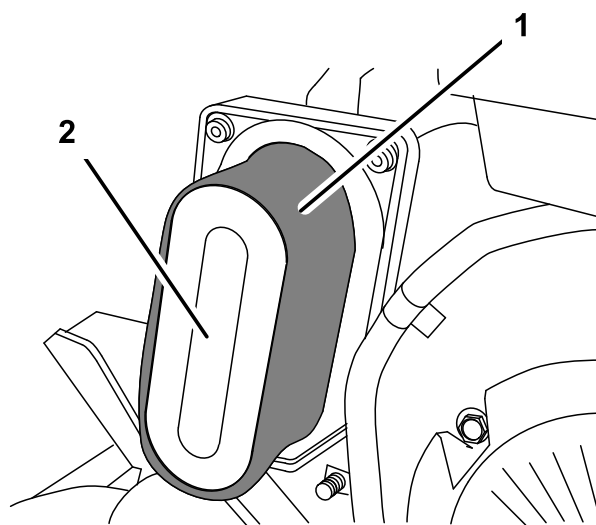

図 22
3. スポンジ (図 22) を点検し、汚れていればペーパー・エレメントから外す。スポンジをきれいに洗う。